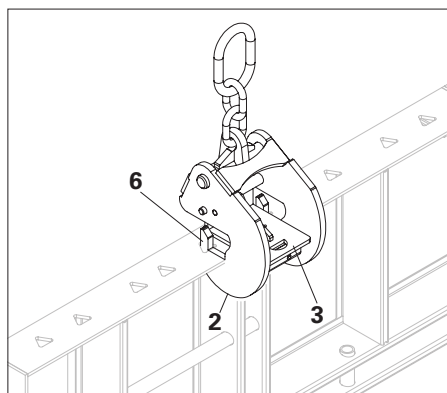

Fig. 4
2. Una volta che il gancio di blocco (6) dell'alloggiamento (2) è bloccato correttamente nelle fessure triangolari, la piastra di bloccaggio a molla (3) fissa il gancio di sollevamento HSA 2 sul telaio. (Fig. 4)
Controllare visivamente che il gancio di blocco (6) sia agganciato correttamente con le fessure triangolari nella cornice del telaio e che sia fissato in posizione con la piastra di bloccaggio a molla (3). (Fig. 4)